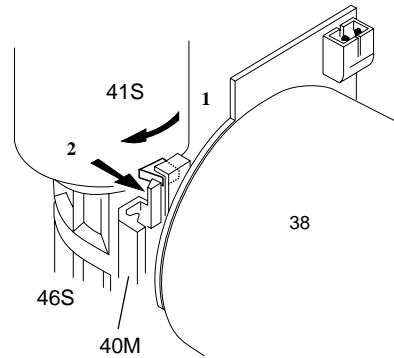

Fig. 17
- Décrocher le ressort du galet presseur et l'enlever (Fig. 17).
- Dégager le guidage (Pos. 41S) de la rainure du support de moteur de positionnement (Pos. 40) et le tourner dans le sens des aiguilles d'une montre jusqu'à ce que le galet presseur et le guidage (Pos. 41S) puissent être déverrouillés et retirés (Fig. 17).
- Unhook and remove the pressure roller spring (Fig. 17).
- Release the pressure roller guide (pos. 41S) from the guide in the threading motor holder (Pos. 40) and turn the pressure roller guide assembly clockwise until the pressure roller and the guide (Pos. 41S) can be released and removed (Fig. 17).